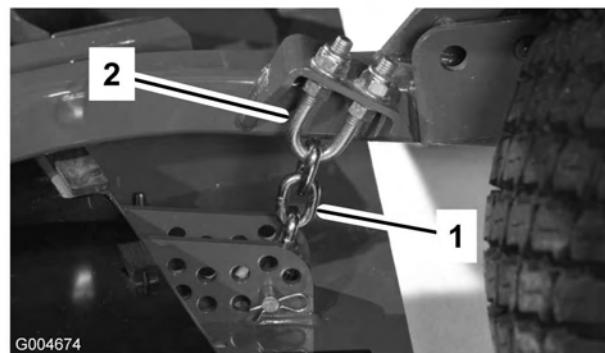

Figura 16
- Retire el pasador de horquilla y el pasador que fijan las cadenas de ajuste de la altura de corte a la parte trasera de la unidad de corte (Figura 16).